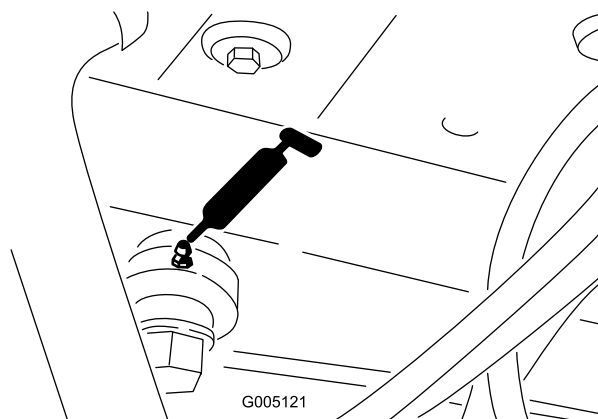

Figure 28
- Vérin de direction assistée (Figure 28)